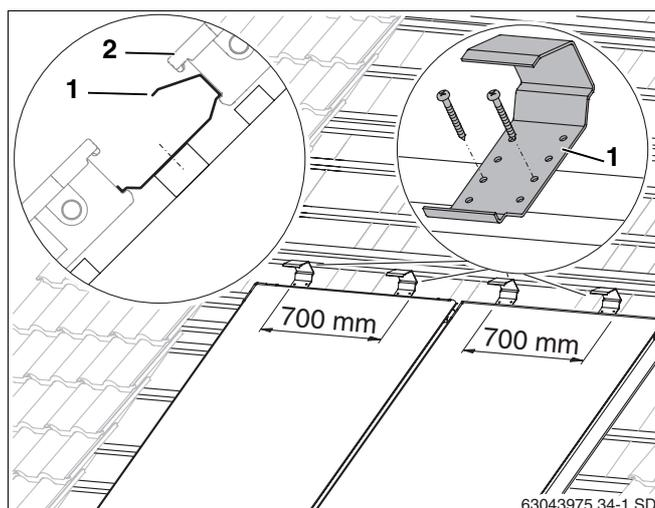

Fig. 30 Sicurezze anti scivolamento per la seconda serie di collettori
- Sopra ogni collettore inferiore, disporre due sicurezze anti scivolamento (fig. 30, **pos. 1**) in posizione centrale (a 700 mm l'una dall'altra) sul quarto listello aggiuntivo della serie inferiore, e fissarle con due viti 4x40.
- Far scivolare il collettore della serie superiore (fig. 30, **pos. 2**) contro le sicurezze anti scivolamento e allinearli con la serie inferiore.